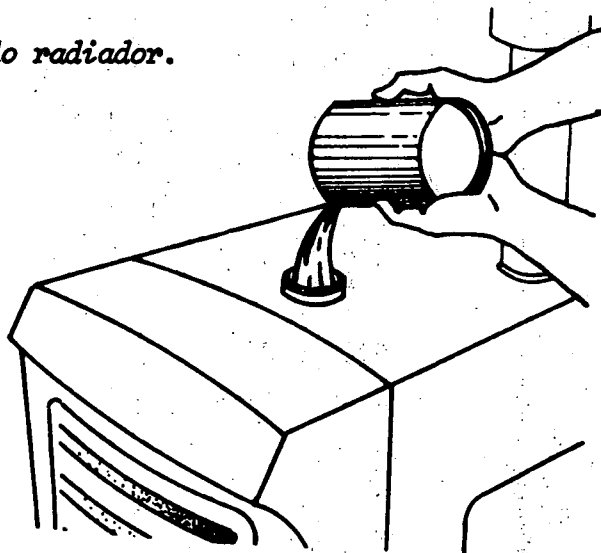

Fig. 1
- c Complete o nível se for necessário (fig. 1).